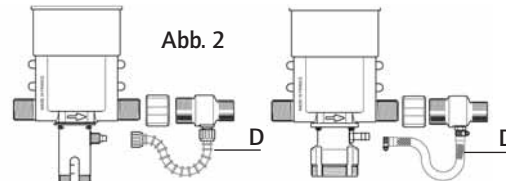

Abb. 2
Für Modelle mit Ausseneinspritzung (IE), die den Einsatz von bestimmten korrosiven Konzentraten ermöglichen, wird der Dosatron zusätzlich mit einem Einspritzstutzen (Fig. 2-D) geliefert.